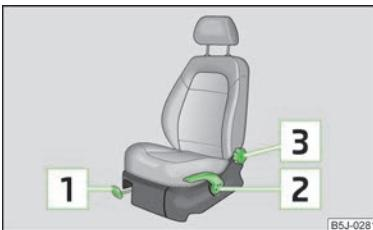

Fig. 37
- › Tirar de la palanca **1** » fig. 37 hacia arriba, desplazando al mismo tiempo el asiento hasta la posición deseada.
- › Si se quiere subir el asiento, tirar de la palanca **2** » fig. 37 hacia arriba o bombear.
- › Descargar el respaldo (no apoyarse en él) y girar la ruedecilla de mano **3** » fig. 37 para ajustar la inclinación del respaldo deseada.